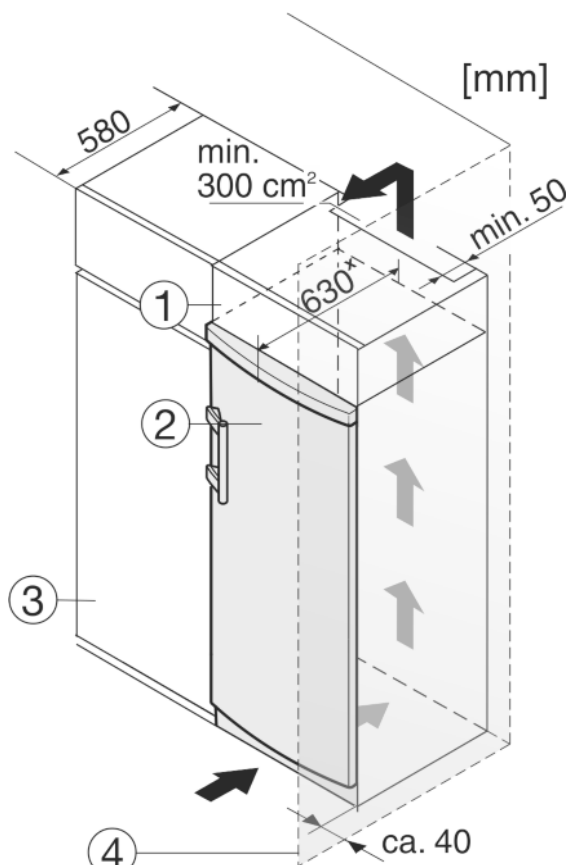

Fig. 11
Spotřebič lze zabudovat do kuchyňských skříní. K vyrovnání spotřebiče *Fig. 11 (2)* na výšku kuchyňské linky lze na přístroj nasadit nástavec *Fig. 11 (1)*.
Při montáži do kuchyňských skříní (hloubka max. 580 mm) lze přístroj instalovat hned vedle kuchyňské skříně *Fig. 11 (3)*. Přístroj přesahuje přední stěnu kuchyňské skříně na stranách o 34 mm * a uprostřed o 50 mm *.
Když se přístroj instaluje závěsy vedle stěny *Fig. 11 (4)*, musí být vzdálenost přístroje od stěny alespoň 40 mm. To odpovídá přesahu madla při otevřených dveřích.